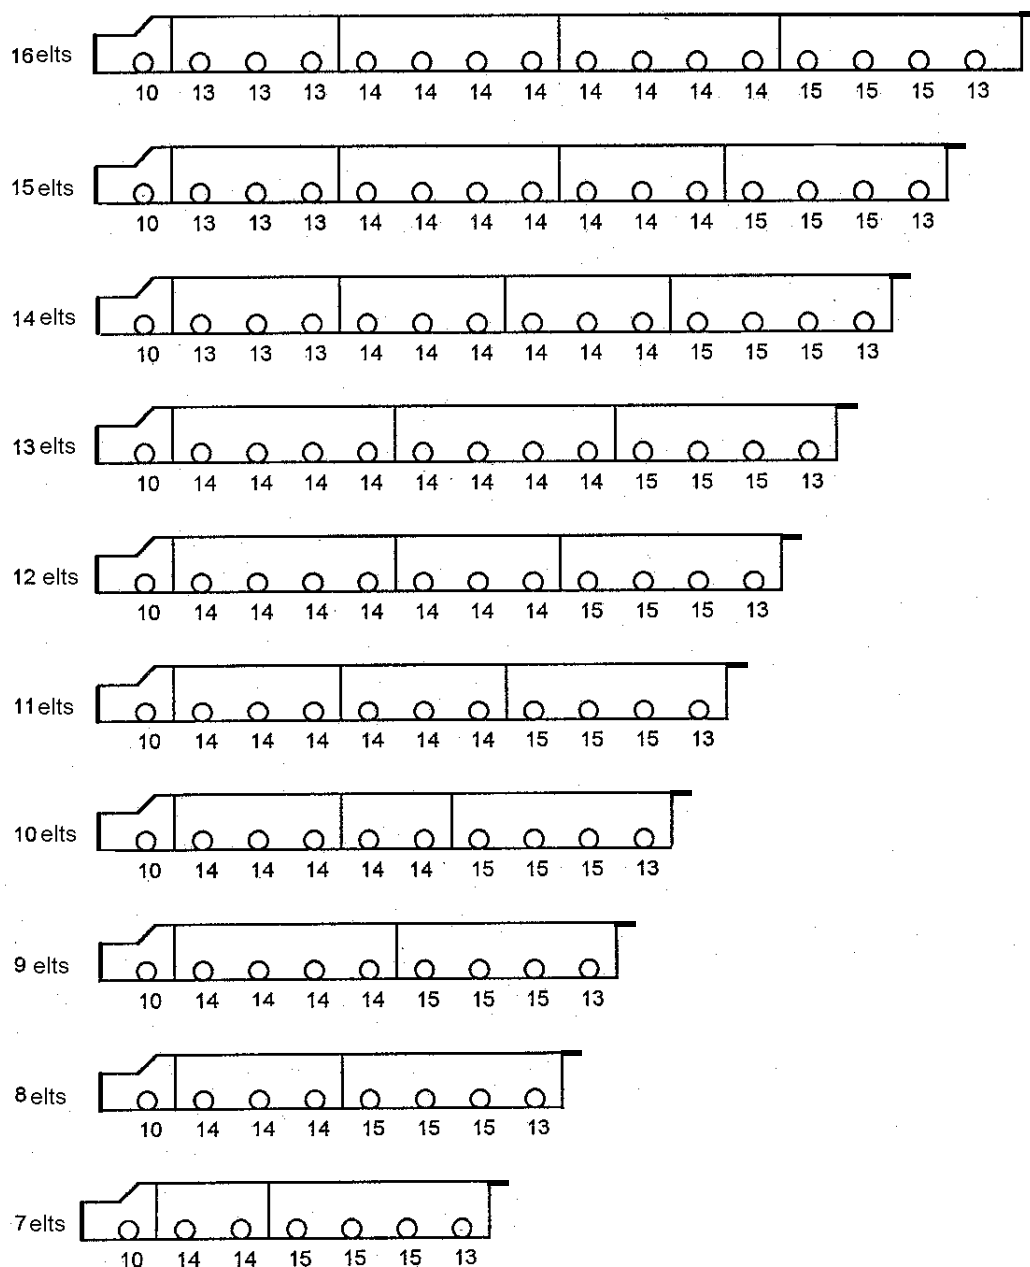

Fig. 22 Plan de montage (\varnothing alésages en mm)
- Introduire la prochaine rallonge et visser suivant le plan de montage (fig. 22).
Le tube injecteur se compose d'une première partie et, selon la taille de la chaudière, de 2 à 4 rallonges par bloc de chaudière, voir fig. 22.